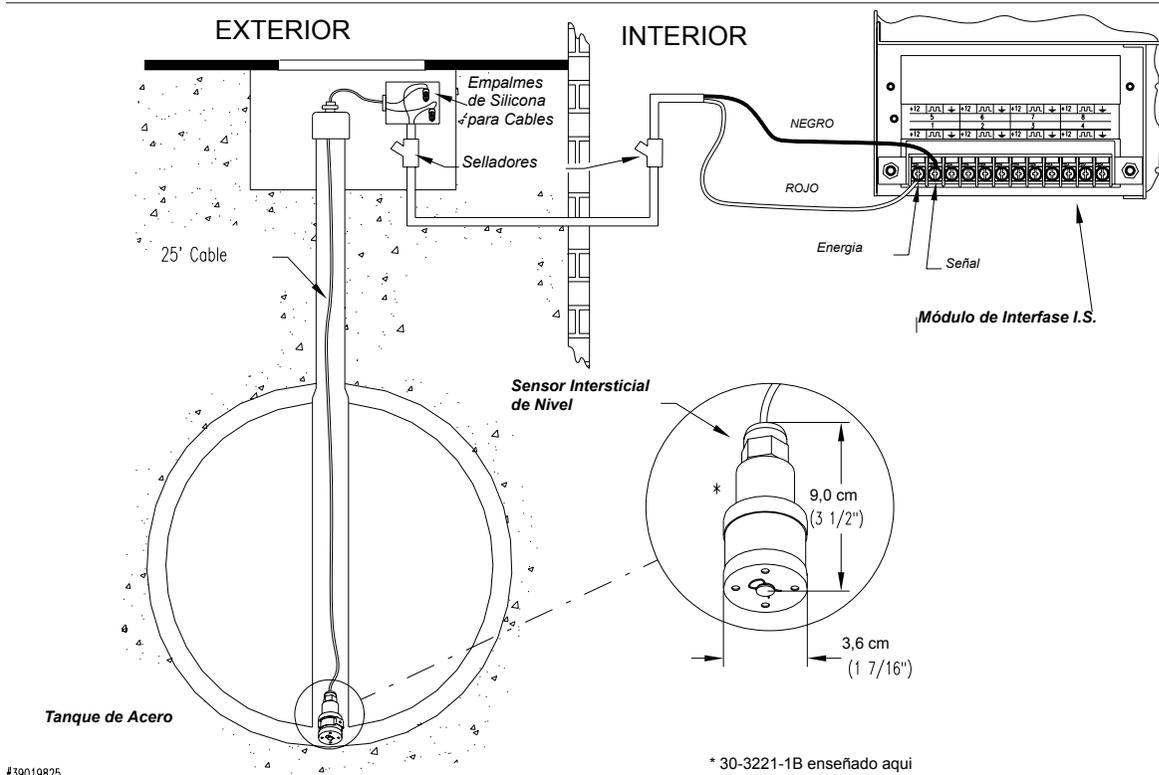

Figura 23: Instalación de un Sensor Intersticial de Nivel
- *Vea la Figura 23 en la Página 63.*